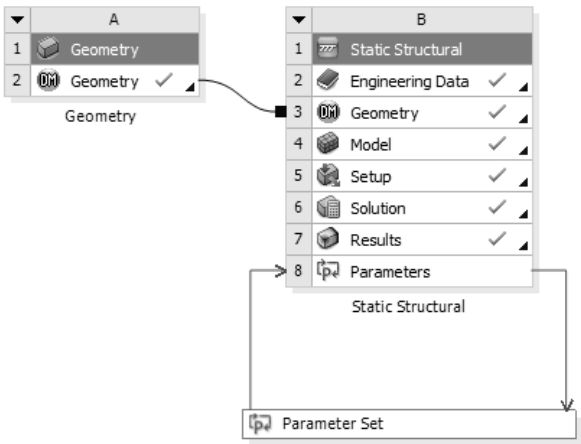

图 2.3.17 项目列表
(1) 定义完设计参数后，切换到主界面，此时的项目列表如图 2.3.17 所示，双击 **Parameter Set** 选项，进入设计参数管理界面，可以在“Outline of All Parameters”窗口查看已经定义的各项参数，如图 2.3.18 所示。